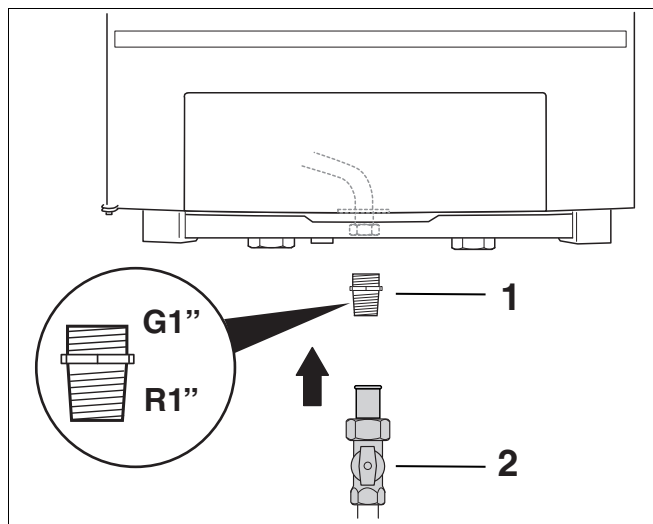

Рис. 13 Подключение газа
Для подключения газового крана 1" требуется переходник (рис. 13, поз. 1). Адрес для его заказа приведён на обратной стороне этой инструкции.
- Установите переходник для газового крана 1" (дополнительное оборудование) (рис. 13, поз. 1).
- Установить кран для подачи газа (рис. 13, поз. 2) в подводящей линии газа (GAS). Использовать кран для подачи газа с минимальным диаметром 1".